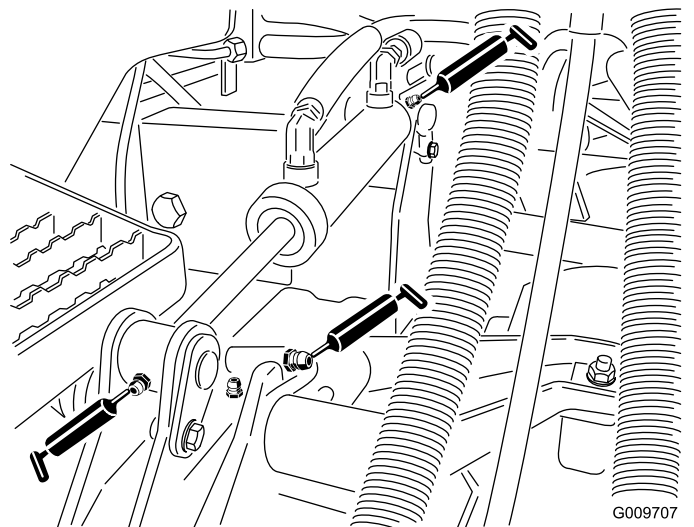

図 26
- 昇降アームのブッシュ各デッキに1ヶ所 図 26
- 昇降シリンダのブッシュ各デッキに2ヶ所 図 26